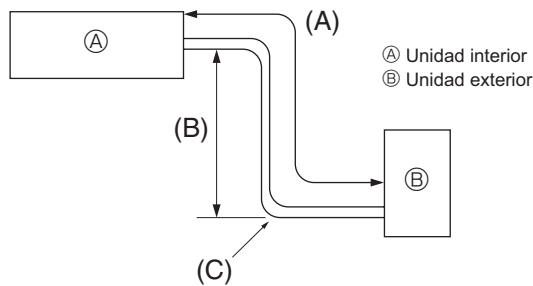

Fig. 4-1
4.1. Tubería de refrigerante (Fig. 4-1)